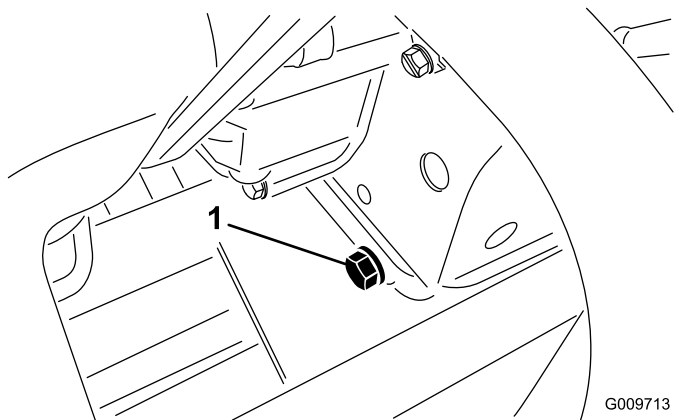

Figura 74
2. Retire el tapón de vaciado (Figura 74) y deje fluir el aceite a un recipiente apropiado.